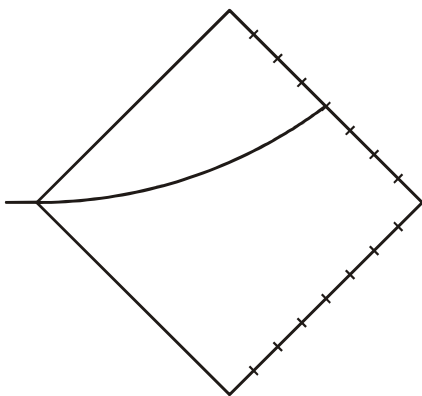

Fig. 3: Ablenkung des Elektronenstrahls durch die Mitte der Skala am Rand des Leuchtschirms
- Langsam den Strom $2 I_H$ durch das Helmholtz-Spulenpaar erhöhen, bis der Elektronenstrahl am Rand des Leuchtschirms durch Mitte der Skala verläuft (siehe Fig. 3).